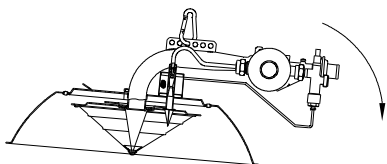

Fig. 10
- Girar el aparato según indica la Fig.10. Es importante que en ningún caso el polvo acumulado en el tubo pueda caer en el interior del cono interior.
- Rotate the appliance as indicated in Fig. 10. It is important to ensure that the built-up of dust inside the tube does not under any circumstances fall inside the inner cone.
- Retournez l'appareil comme indiqué à la Fig. 10. Il est important qu'en aucun cas la poussière accumulée dans le tuyau ne puisse tomber à l'intérieur du cône intérieur.